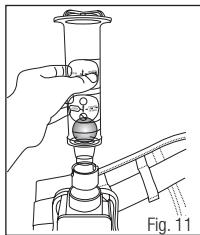
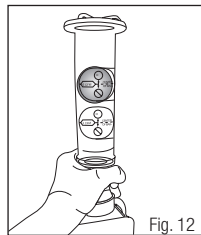

Fig. 11
Fig. 12
- c. V-199 - insira na extremidade do adaptador (Fig. 11) e segure verticalmente usando o polegar e o indicador para cobrir as duas entradas para travamento da traquéia no conector (Fig. 12).
7. Para cobertura faciais sem vedação, a esfera deverá estar posicionada dentro ou acima da marca de teste de fluxo do capacete e capuz (6 cfm), (120 lpm), (Fig. 12).